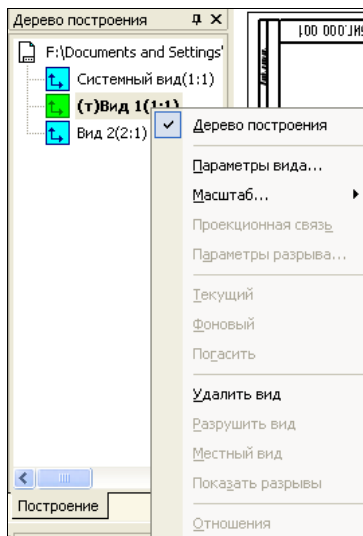

Рис. 13.24. Дерево построения в чертеже Вал редуктора
- ♦ в Строке меню щелкните ЛК мыши по пункту **Вид ► Дерево построения**. В левой части экрана появится Дерево построения, как в чертеже Вал редуктора (рис. 13.24);